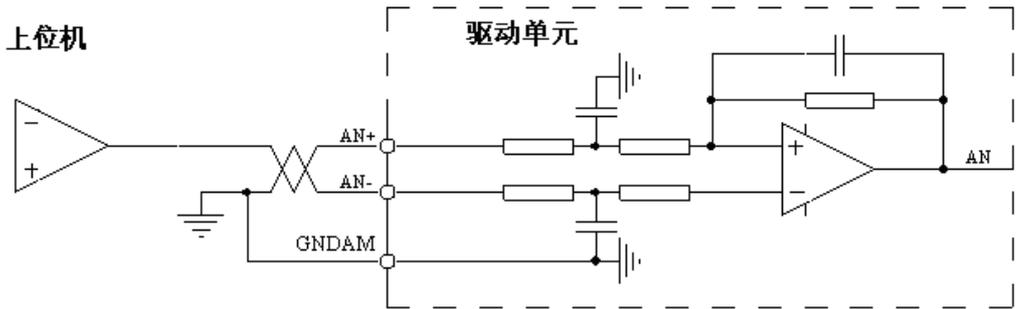
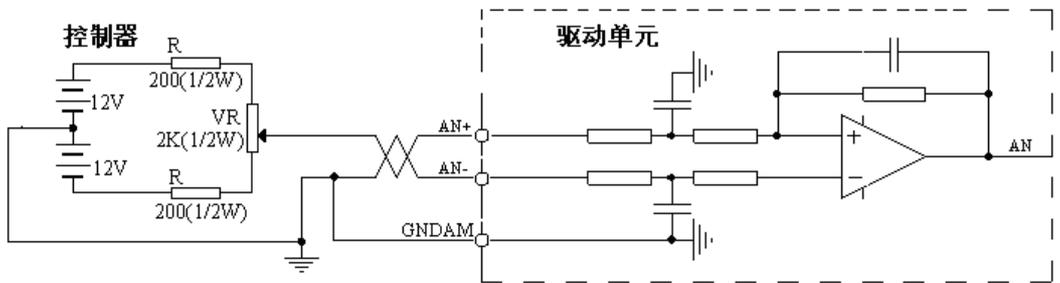

图 5.24 模拟差分输入接口
图 5.26 模拟差分电位器输入接口
(1) 模拟输入接口是差分方式，根据接法不同，可接成差分和单端两种形式。输入电压范围是 $0V\sim+10V$ 或 $-10V\sim+10V$ 。
(2) 在差分接法中，模拟地线和输入参考端在控制器侧相连，所以控制器到驱动单元需要三根线连接，如图 5.24 和图 5.26。